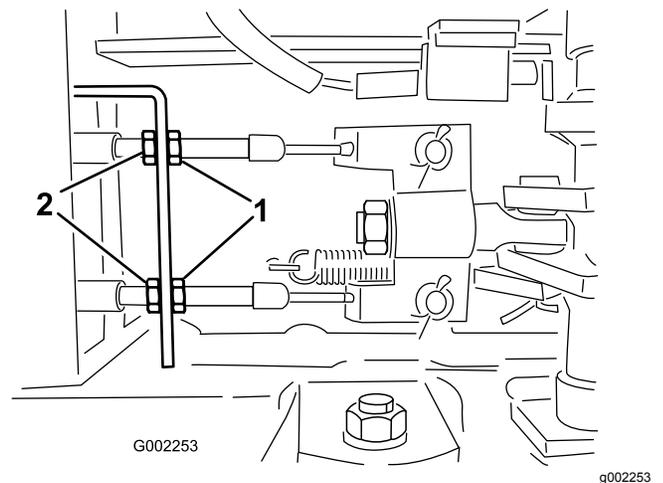

Figura 88
5. Afloje las contratuercas delanteras de los cables de freno, debajo del extremo delantero del fumigador (Figura 88).
6. Apriete las contratuercas traseras en la misma cantidad hasta que el pedal de freno recorra entre 1 a 2 cm antes de que se note resistencia (Figura 88).